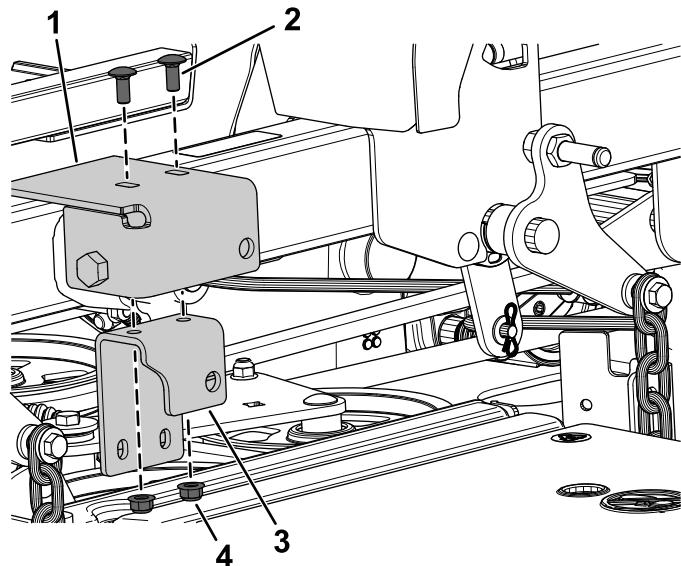

Figure 11
- Fixez légèrement le support d'actionneur intérieur sur le support d'actionneur extérieur à l'aide de 2 boulons de carrosserie (5/16" x 3/4") et de 2 contre-écrous (5/16"), comme montré à la Figure 11.